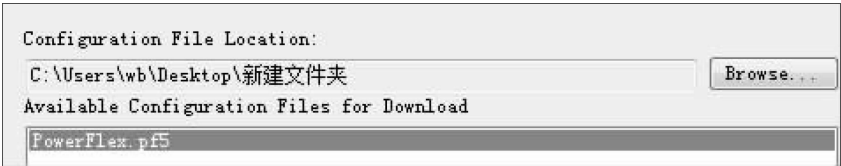

图 10-9 选择文件存储位置
6) 双击打开 I 盘中的“PF52XU-SB.EXE”文件，点击“Download”后，如图 10-9 所示依次设定文件位置及选择文件，点击“Next”，最后点击“Download”即可。